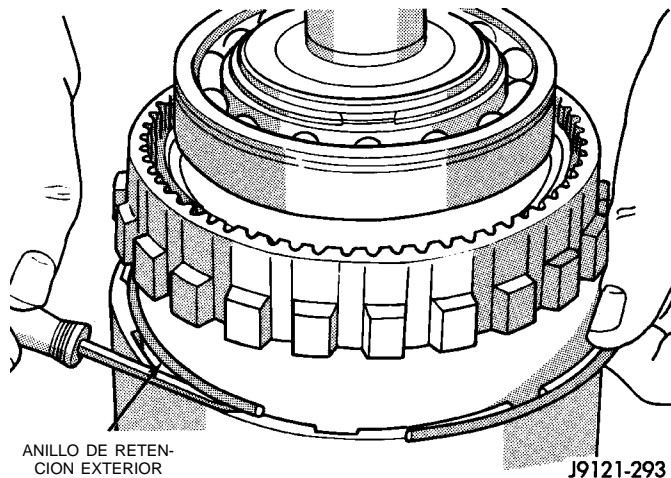

Fig. 221 Desmontaje del anillo de retención exterior del tambor de embrague
(8) Retire el anillo de retención exterior del tambor del embrague directo (Fig. 221).
(9) Marque el engranaje anular y el eje transmisor para utilizar como referencia de alineación durante el